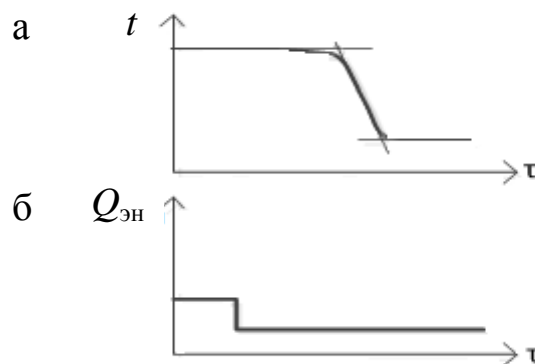

Рис. 2
5. Укажите на кривой разгона объекта (рис. 2 а, б) динамический параметр объекта – время запаздывания $\tau_{\text{зап}}$.